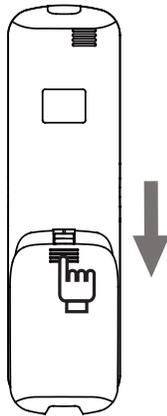

Figura 2.6
1. Deslice para mover la cubierta de la batería en la parte posterior del controlador remoto en la dirección indicada por la flecha (Figura 2.6);